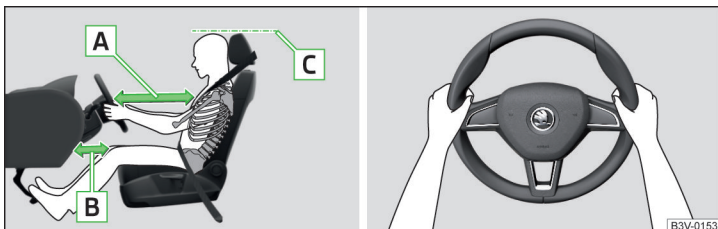

Fig. 15 Position assise correcte du conducteur/Bonne position du volant
- ✓ Pour les véhicules avec airbag de genoux côté conducteur, réglez le siège du conducteur en sens longitudinal de façon à ce que la distance » fig. 15 - **B** entre les jambes et le tableau de bord à hauteur de l'airbag de protection des genoux soit de 6 cm au moins.
- ✓ Ajustez le volant de façon à ce que la distance entre le volant et le buste soit de 25 cm au moins » fig. 15 - **A**.
- ✓ Réglez l'appuie-tête de façon à ce que le bord supérieur de l'appuie-tête se trouve au moins à la hauteur de la partie supérieure de votre tête » fig. 15 - **C** (ne concerne pas les sièges avec des appuie-têtes intégrés).
- Pendant la conduite, maintenez le volant latéralement des deux mains sur le bord extérieur dans les positions « 9 » et « 3 heures » » fig. 15. Ne jamais tenir le volant en position « midi » ou de toute autre manière (par exemple au milieu du volant ou sur la partie interne). Autrement le déclenchement de l'airbag peut provoquer de graves blessures aux bras, aux mains et à la tête.
- ✓ Réglez l'appuie-tête de façon à ce que le bord supérieur de l'appuie-tête se trouve au moins à la hauteur de la partie supérieure de votre tête » fig. 15 à la page 21 - **C** (ne concerne pas les sièges avec des appuie-têtes intégrés).
- ✓ Réglez l'appuie-tête de façon à ce que le bord supérieur de l'appuie-tête se trouve au moins à la hauteur de la partie supérieure de la tête » fig. 15 à la page 21 - **C**.